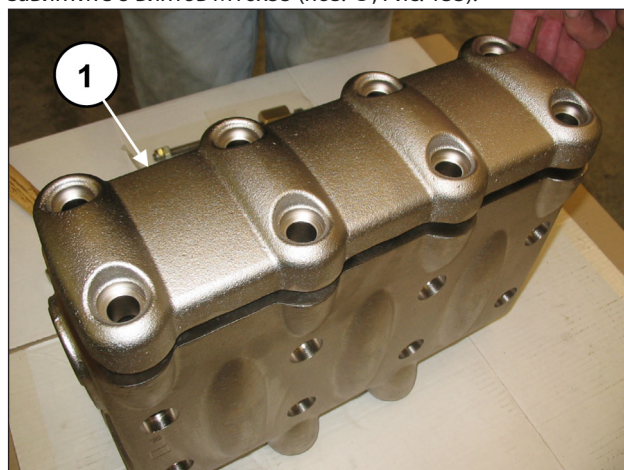
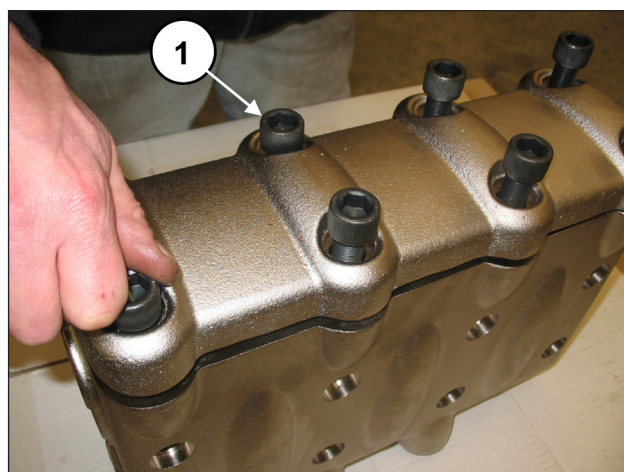

Рис. 132
Рис. 133
Вставьте пробку клапана вместе с уплотнительным кольцом круглого сечения и упорными кольцами. После завершения монтажа клапанных узлов и пробки клапана установите крышку клапанов (поз. ①, Рис. 132) и закрутите 8 винтов M16x55 (поз. ①, Рис. 133).